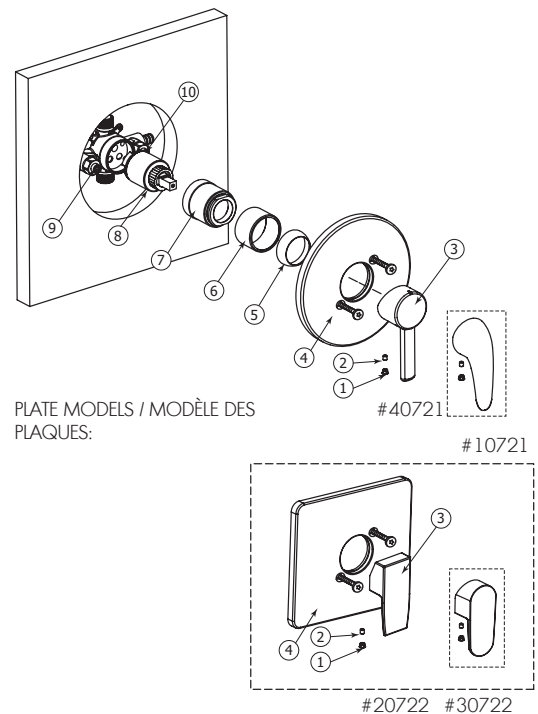

Fig.5
Remove all the components from (1) to (6). (See Fig.5). Afterwards, shut off the 2 check valves (9) & (10) by turning them clockwise with a screwdriver. Unscrew the cartridge holder (7) and remove the cartridge (8).
Démonter toutes les composantes de (1) à (6) (Voir Fig.5). Ensuite, fermer les deux valves d'arrêt (9) & (10) en les tournant dans le sens des aiguilles d'une montre avec un tournevis. Dévisser le manchon de cartouche (7) et enlever la cartouche (8).